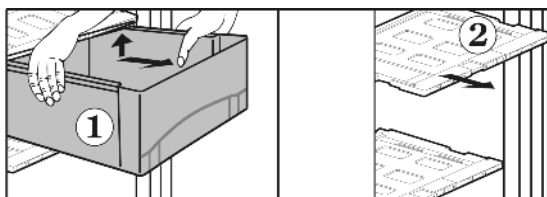

Fig. 6
- ▶ Выдвижные ящики Fig. 6 (1) извлеките до упора.
- ▶ У снятого выдвижного ящика крышку Fig. 6 (2) с регулятором влажности освободите из фиксаторов сверху, извлеките вперед.